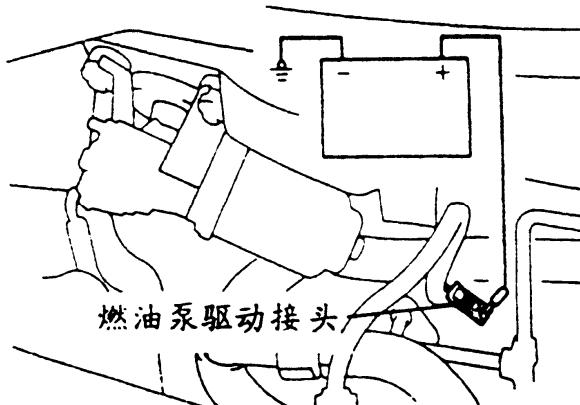

图 3-45 连接燃油泵驱动接头
(1) 用 MUT-II 进行执行器测试 (ACTUATOR TEST), 强制驱动燃油泵, 以检查燃油泵的动作情形。
(2) 如果燃油泵不起作用, 将点火开关转到 OFF 位置。如图 3-45 所示, 把燃油泵驱动接头(黑色)直接连接蓄电池, 检查在油箱附近可否听到燃油泵的动作声音。用手指捏住燃油管, 以感觉有无油压。由于燃油泵采用油箱内置式, 所以不容易听到燃油泵的动作声, 这时可拆下油箱盖, 从加油口来检查。